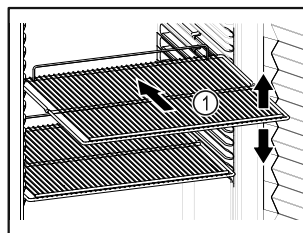

Fig. 53
- ❑ Pokud jsou odstavné rošty Fig. 53 (1) přemístitelné, přizpůsobte je vždy na danou výšku.